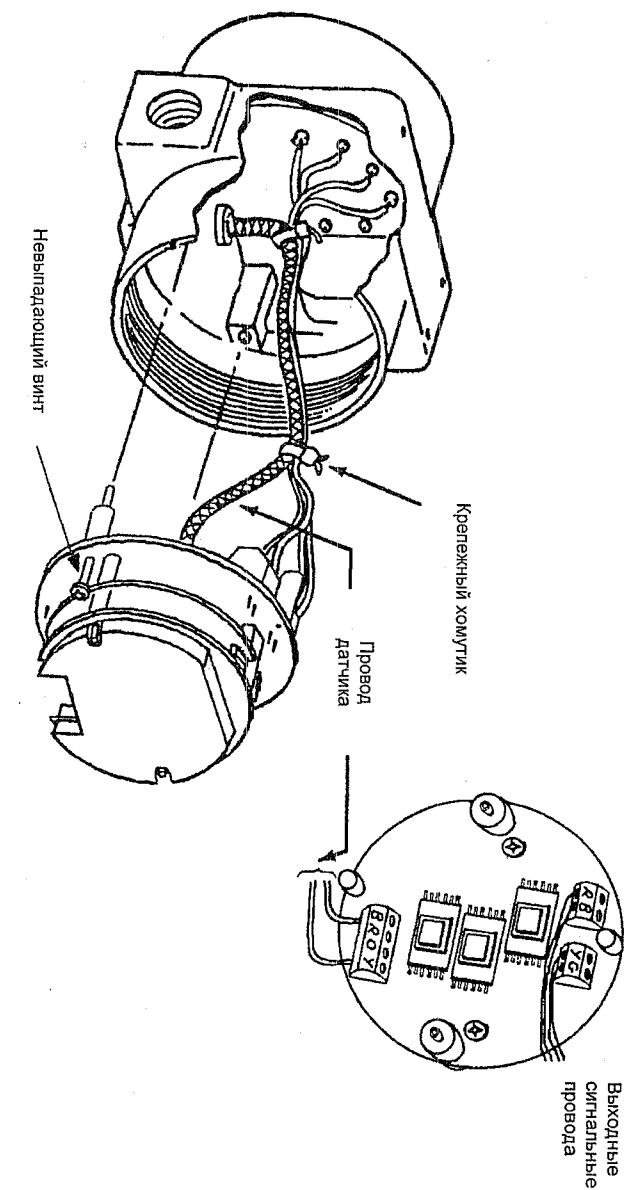

Рис. 17. Соединения электронного блока – датчик со стандартным температурным диапазоном (интегрированная схема монтажа)
4. Вытащите электронный блок из корпуса на достаточное расстояние, позволяющее отсоединить коричневый и желтый провода датчика от клеммной колодки, расположенной в задней части электронного блока. Отсоедините 4 выходных сигнальных провода (красный (положительный вывод) и синий (отрицательный вывод), желтый и зеленый) на двух клеммных колодках электронного модуля. См. рис. 17.
- См. рис. 17. Подсоедините коричневый и желтый провода датчика к клеммной колодке с цвето-